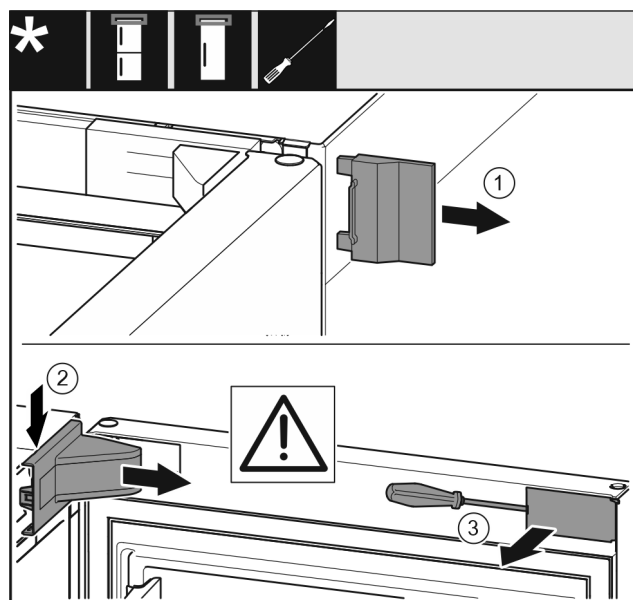

Fig. 7
- Detaşaţi capacul exterior Fig. 7 (1).
- Deblocaţi şi detaşaţi capacul suportului de lagăr Fig. 7 (2).
- Deblocaţi masca Fig. 7 (3) cu şurubelniţa plată şi pivotaţi-o în lateral.